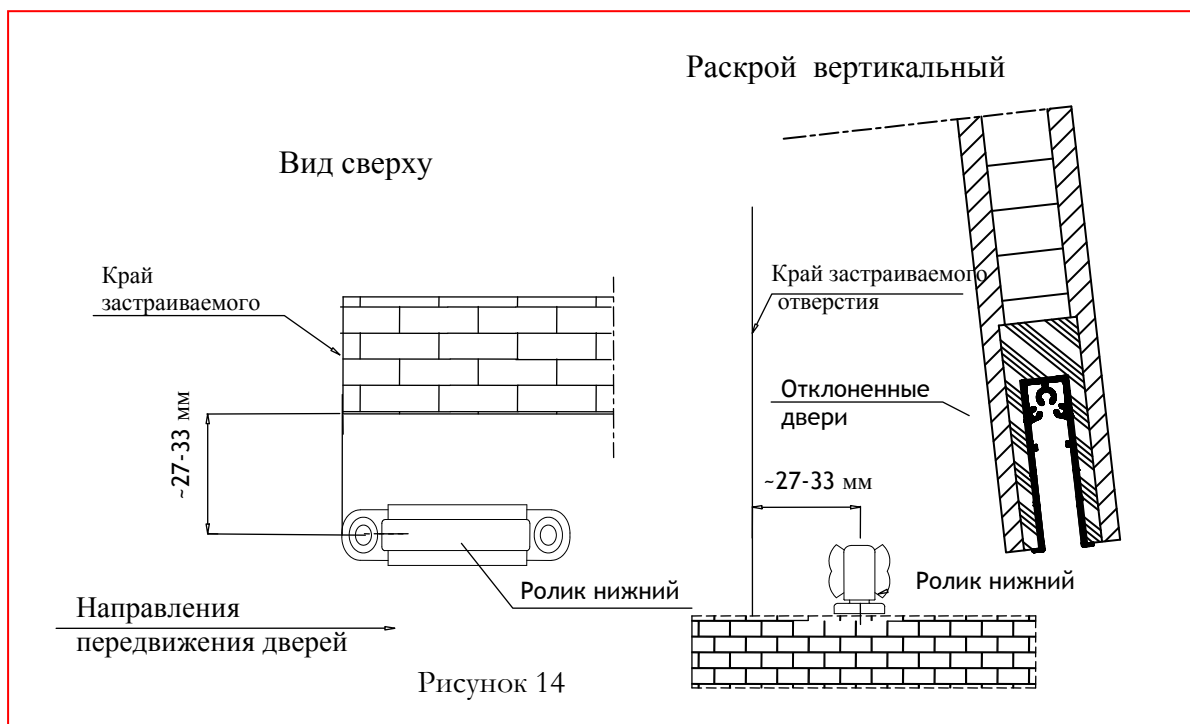

Рисунок 14
3. Вер. 04 от 11.03.2015., ст.11 – изменился рисунок 14.